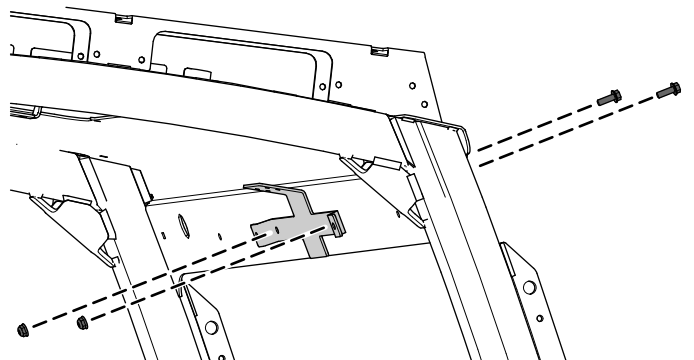

Figura 5
2. Fixe a montagem do espelho ao toldo utilizando 2 parafusos de cabeça flangeada (1/4 x 3/4 pol.) e 2 porcas de bloqueio (1/4 pol.), como se mostra na Figura 5.